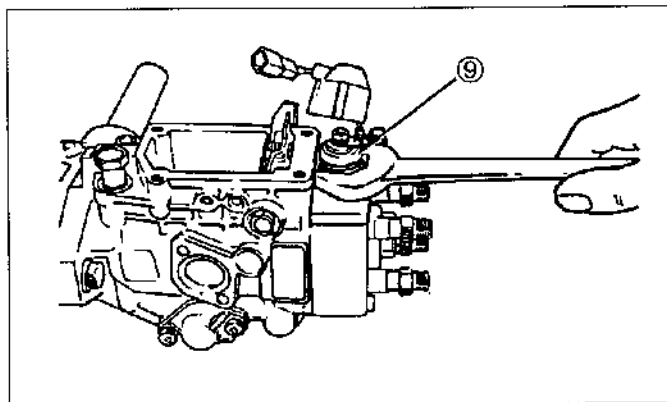

Figura.12-13 Extracción del solenoide de corte de combustible
Desenrosque el solenoide ⑨ y extraiga el anillo "O", pistón de resorte, filtro y arandela ondulada. (Vea la figura.12-13)